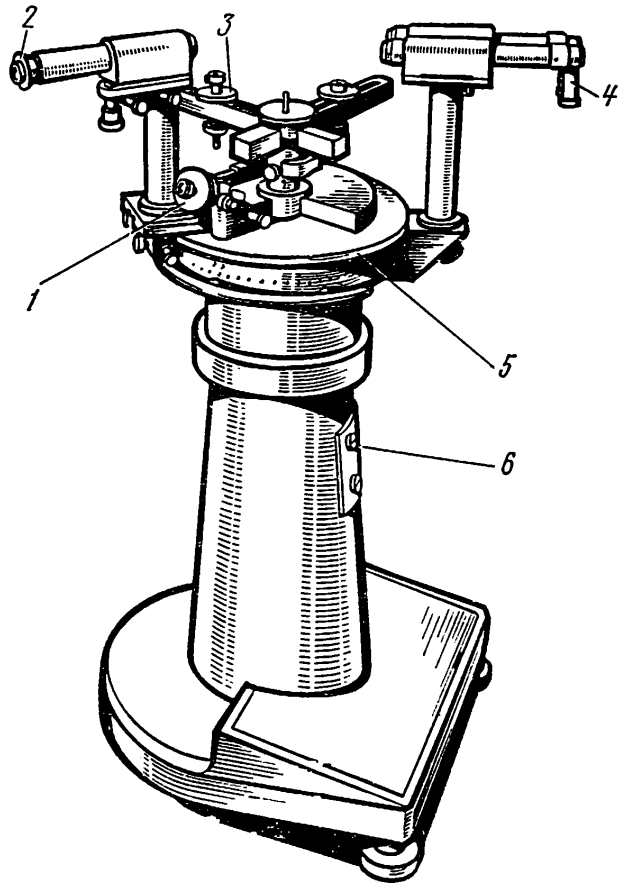

Рис. 5
*Определение инструментальных поправок на поверочном приборе.* Некоторые иностранные фирмы, в частности VEB (ГДР) и «Плат» (ФРГ), выпускают поверочные приборы, конструкции которых отличаются друг от друга только отдельными деталями. Одним из лучших является прибор предприятия VEB (рис. 5). Он состоит из следующих основных деталей: точно разделенного эталонного круга 5 с отсчетным устройством 1, платформы и консолей 3 для установки проверяемых секстанов, коллиматоров 4, дающих изображение удаленного предмета, зрительной трубы 2 и осветительной системы 6.